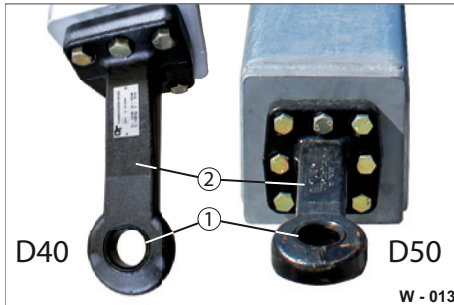

Abb. 16 Zugösen schmieren / Verschleißprüfung
- ▶ Fetten Sie die Verschleiß-Buchse (Abb. 16/1) und den abgerundeten Bereich der Zugöse (Abb. 16/2) mit Langzeit-Hochdruckfett.